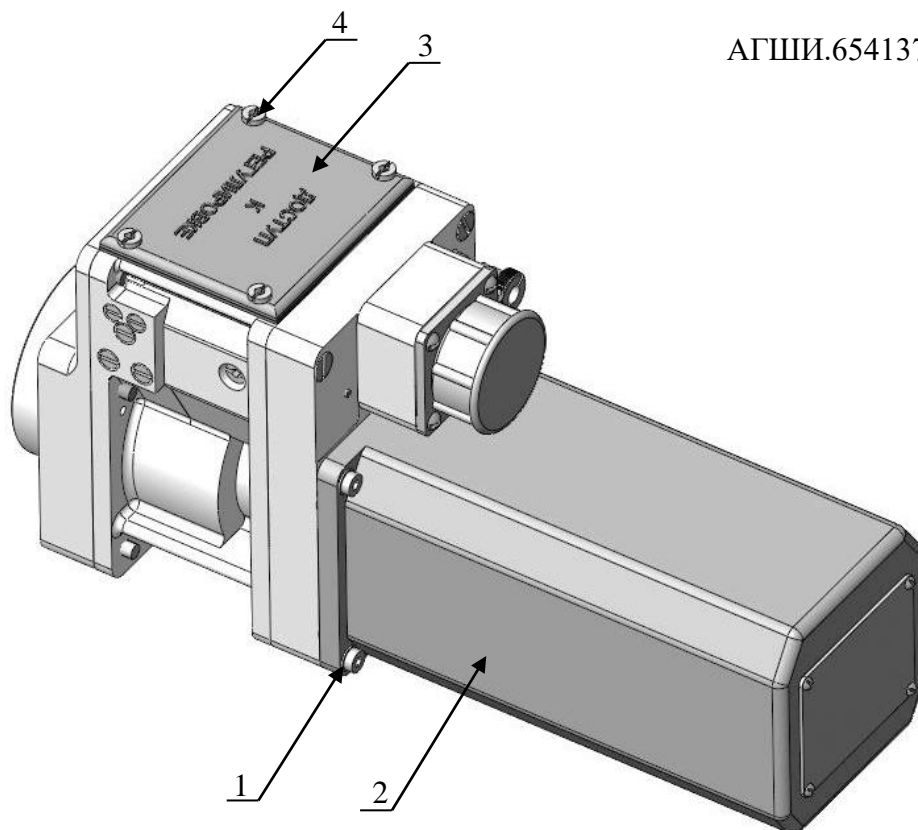

Рисунок 3
- открутить винты 1 и снять крышку 2 (рисунок 3) с применением ножа или острой отвертки (крышка установлена на герметик);
- открутить винты и снять крышку 1 (рисунок 3) с применением ножа или острой отвертки (крышка установлена на герметик);
- снять с привода крышку 3 (рисунок 3), удалить герметик с поверхности крышки и корпуса привода;